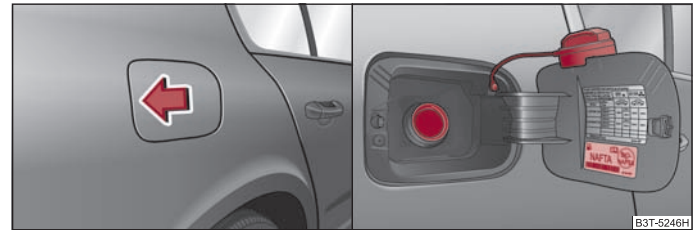

Abb. 11 Fahrzeugseite hinten rechts: Tankklappe öffnen / Tankklappe mit abgeschraubtem Verschluss
- Um die Tankklappe zu öffnen, drücken Sie diese auf der linken Seite im mittleren Bereich ⇒ Abb. 11 - links.
- Drehen Sie den Tankverschluss linksherum heraus und stecken Sie ihn von oben auf die Tankklappe ⇒ Abb. 11 - rechts.